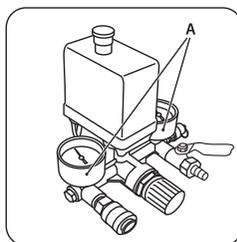
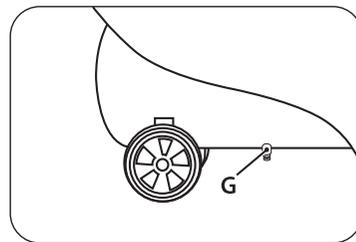

рис. 9
рис. 10
Компрессор оборудован манометром (А) (рис. 9) для контроля давления, клапаном для слива конденсата из ресивера (G) (рис. 10).
При первом запуске компрессор должен проработать без нагрузки около 10 минут с полностью открытым регулятором давления выходного воздуха и клапаном слива конденсата из ресивера (рис. 10).